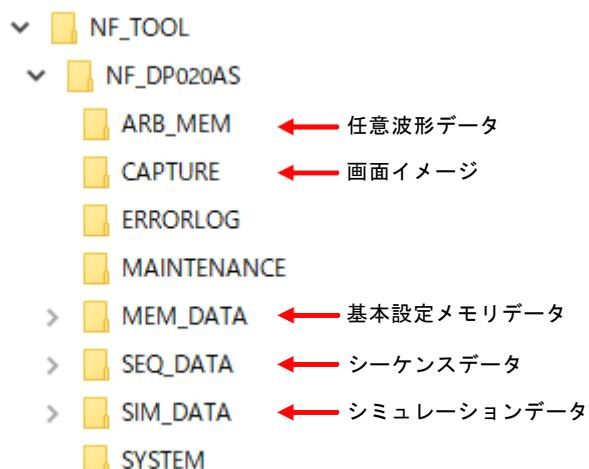

図 4-23 USB メモリのフォルダ構成
USB メモリのルートフォルダには図4-23のフォルダがあるものとします。ない場合は、USB メモリを本製品に接続した時に、自動的に作成されます。
- **図 4-23** の ERRORLOG フォルダ、MAINTENANCE フォルダ、SYSTEM フォルダはユーザが使用するフォルダではありません。本製品のファームウェアアップデートなどに使用しますので、これらのフォルダやフォルダ内のファイルを消去しないでください。